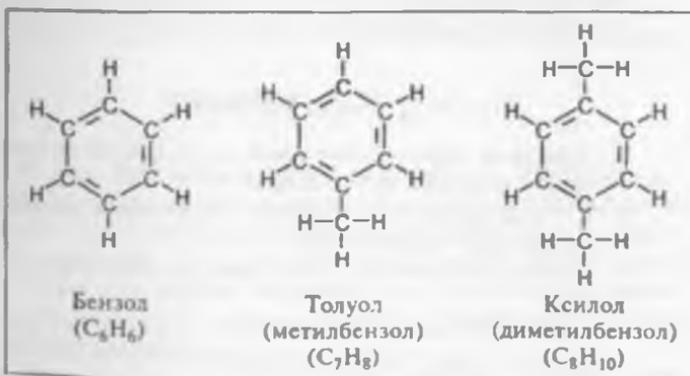

Рис. 5.8. Ароматические углеводороды.
*Ароматические углеводороды* являются еще одним исключением из правил валентности. Рассмотрим циклическое соединение циклогексан. Каждый атом углерода связан с двумя другими атомами углерода и к нему прикреплено два атома водорода. Если убрать один из водородов от каждого углеродного атома, то правило валентности нарушится и, чтобы оно снова выполнялось, между углеродными атомами можно поместить некоторое количество двойных связей. Для этого требуется, чтобы двойная связь была у каждого второго атома углерода (рис. 5.8). Мы получили молекулу  $C_6H_6$ , бензол. Представление, что каждая вторая связь в бензольном кольце — двойная, является сильно упрощенным. Более реальное представление оперирует понятиями резонансных структур и перескакивающих связей.